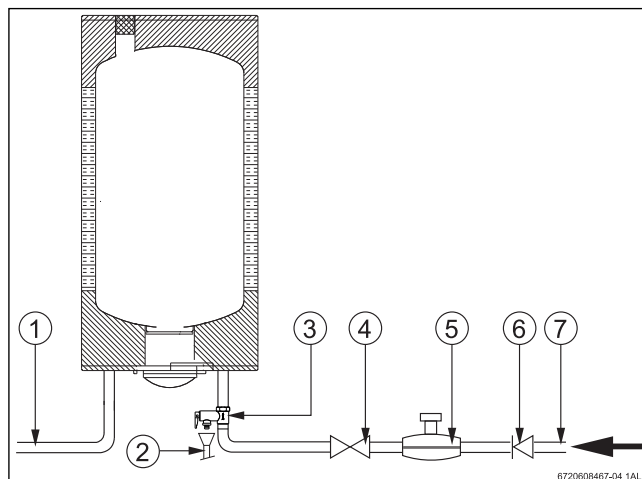

Fig. 10 Ligação de água
- ▶ Instalar a válvula de segurança na entrada de água do termoacumulador (ver Fig. 10).
Se a pressão de entrada de água for superior a 80% da pressão máxima do termoacumulador (8 bar), ou seja 6.4 bar, instalar uma válvula redutora (ver Fig. 10). A válvula de segurança vai actuar sempre que a pressão da água no termoacumulador for superior a 8 bar, pelo que é necessário prever uma forma de canalizar o escoamento dessa água.
De forma a evitar problemas provocados por alterações de pressão súbitas na alimentação, aconselha-se a montagem de uma válvula anti-retorno a montante do termoacumulador, ver Fig. 10 , pos. 6.